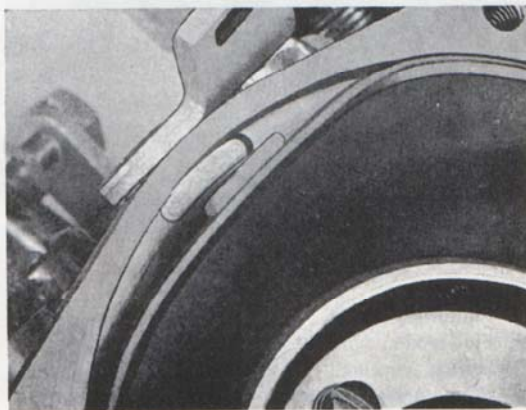

Bild 93. Membran i förgasarhus
3. Montera kolv med membran i förgasarhuset. Se till att nabben kommer i motsvarande urtag i huset (bild 93) (uppsvällt membran, se ovan). Lägg försiktigt på vakuumkammaren enl. märkning. Spår och styrkant skall passa lätt, byt i annat fall. Dra fast.